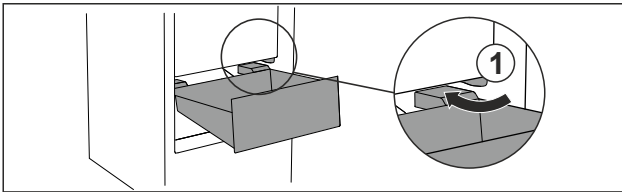

Fig. 84
- ▶ Vezesse el a fiókot ferdén az ütközők Fig. 84 (1) körül.